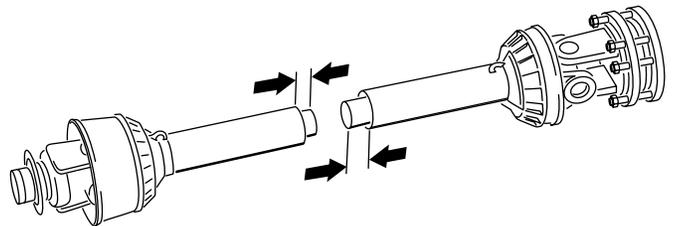

图17
11. 将 PTO 轴的两半分开图17。
12. 测量从各个管的端部到其安全护罩的距离图17。记录此距离。